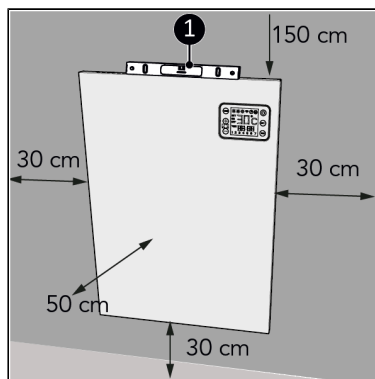

Figure 55.
1. Placez l'appareil sur un mur solide et ininflammable. Utilisez un niveau à bulle pour placer l'appareil (Figure 55, pos. 1).
2. Placez l'appareil en respectant une distance minimale (Figure 55) de :